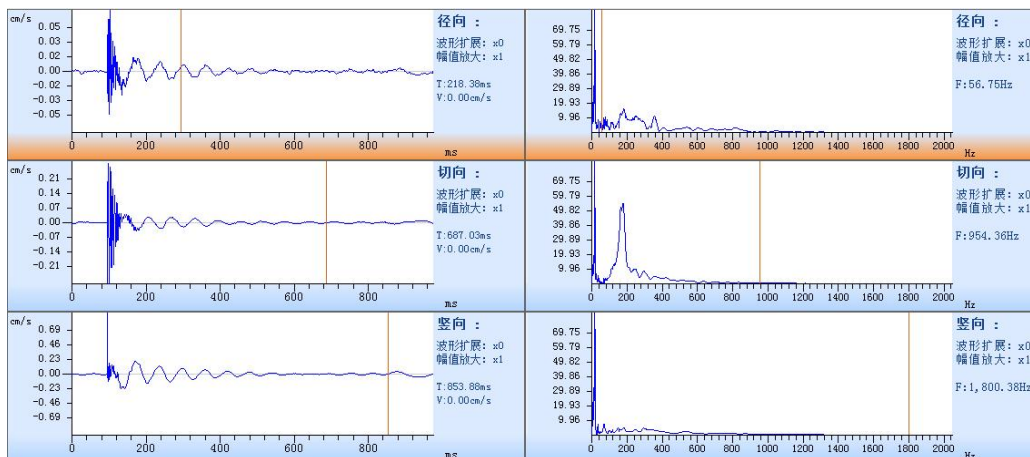

图 3-10 时频曲线界面
- ②多通道：打开分析软件默认为 3 通道波形显示界面，在单通道界面，双击可进入到多通道界面。
- ③时域曲线：显示坐标轴为时间的波形曲线。
- ④频域曲线：显示频谱图。
- ⑤时频曲线：时域和频域曲线同时显示，如图 3-10 所示。